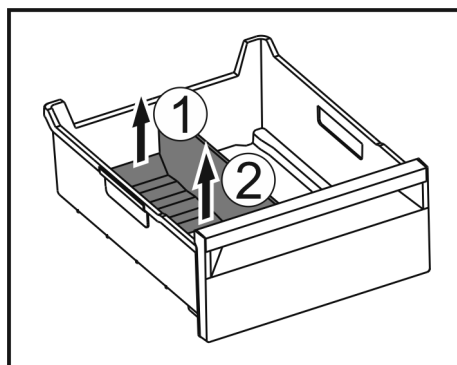

Fig. 175
► 提升冰格分隔器后部。 Fig. 175 (1)
► 向上取出冰格分隔器。 Fig. 175 (2)